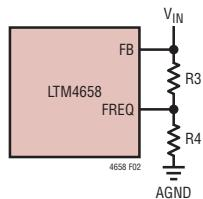

図2. 位相設定
- マスター位相に対するスレーブ位相の設定は、FREQピンの抵抗分圧器を使用して行います(図2を参照)。1%抵抗の使用を推奨します。詳細については、表4を参照してください。